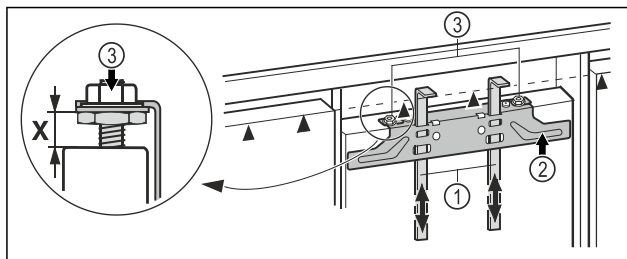

Fig. 44
- ▶ Skjut upp monteringshjälpmedlen Fig. 44 (1) till samma höjd som möbeldörren. Monteringshjälpmedlens undre anslagskant ▲ = Den monterade dörrens överkant.
- ▶ Skruva av monteringstraversen Fig. 44 (2) med soppmuttarna Fig. 44 (3).